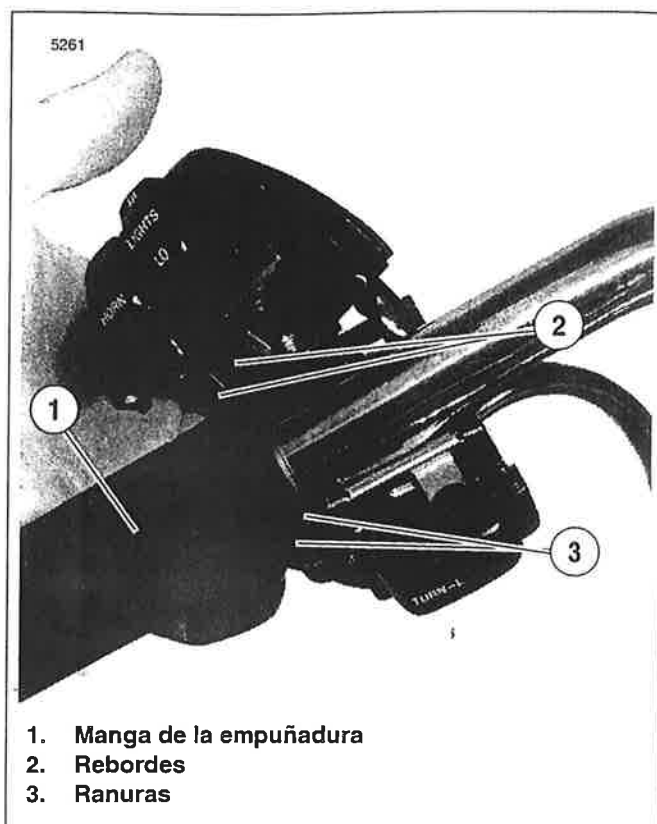

Figura 7-55. Instalación de las cajas de interruptores del manillar izquierdo
2. Vea la Figura 7-55. Instale las cajas superior e inferior de interruptores en el manillar. Asegúrese de que los rebordes (2) en el lado exterior de la caja de interruptores encajen en las ranuras (3) moldeadas en la empuñadura.